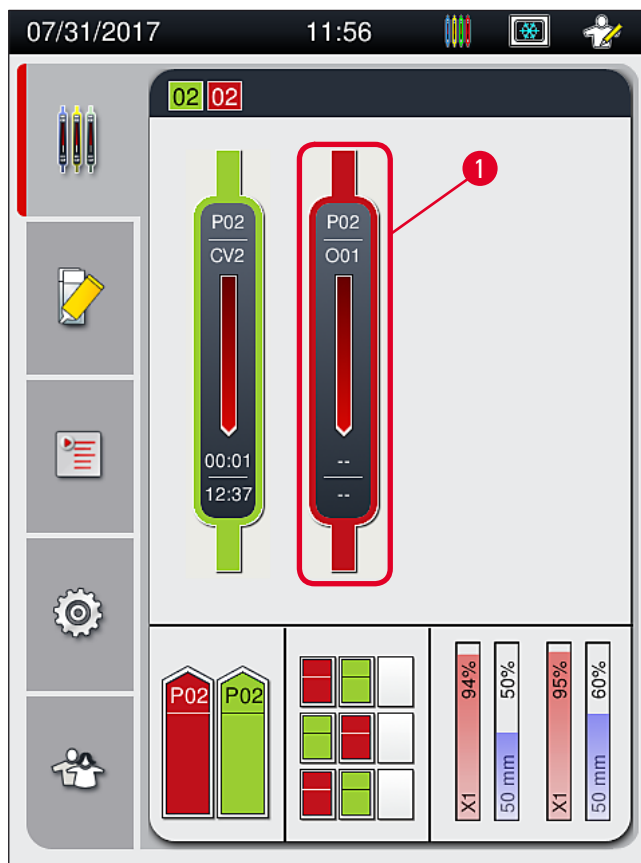
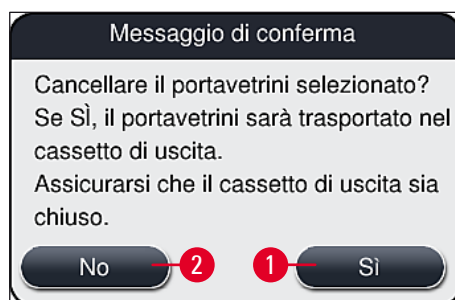

Fig. 78
Fig. 80
- ① È possibile annullare l'operazione di montaggio dei vetrini coprioggetto solo usando la visualizzazione di stato del processo (→ Fig. 78).
Dopo che viene premuto il pulsante **Termina portavetr.** (→ Fig. 79-1) viene visualizzato un messaggio informativo (→ Fig. 80). Confermare l'annullamento con il pulsante **Sì** (→ Fig. 80-1) oppure premere **No** (→ Fig. 80-2) per tornare alla visualizzazione di stato del processo (→ Fig. 78).